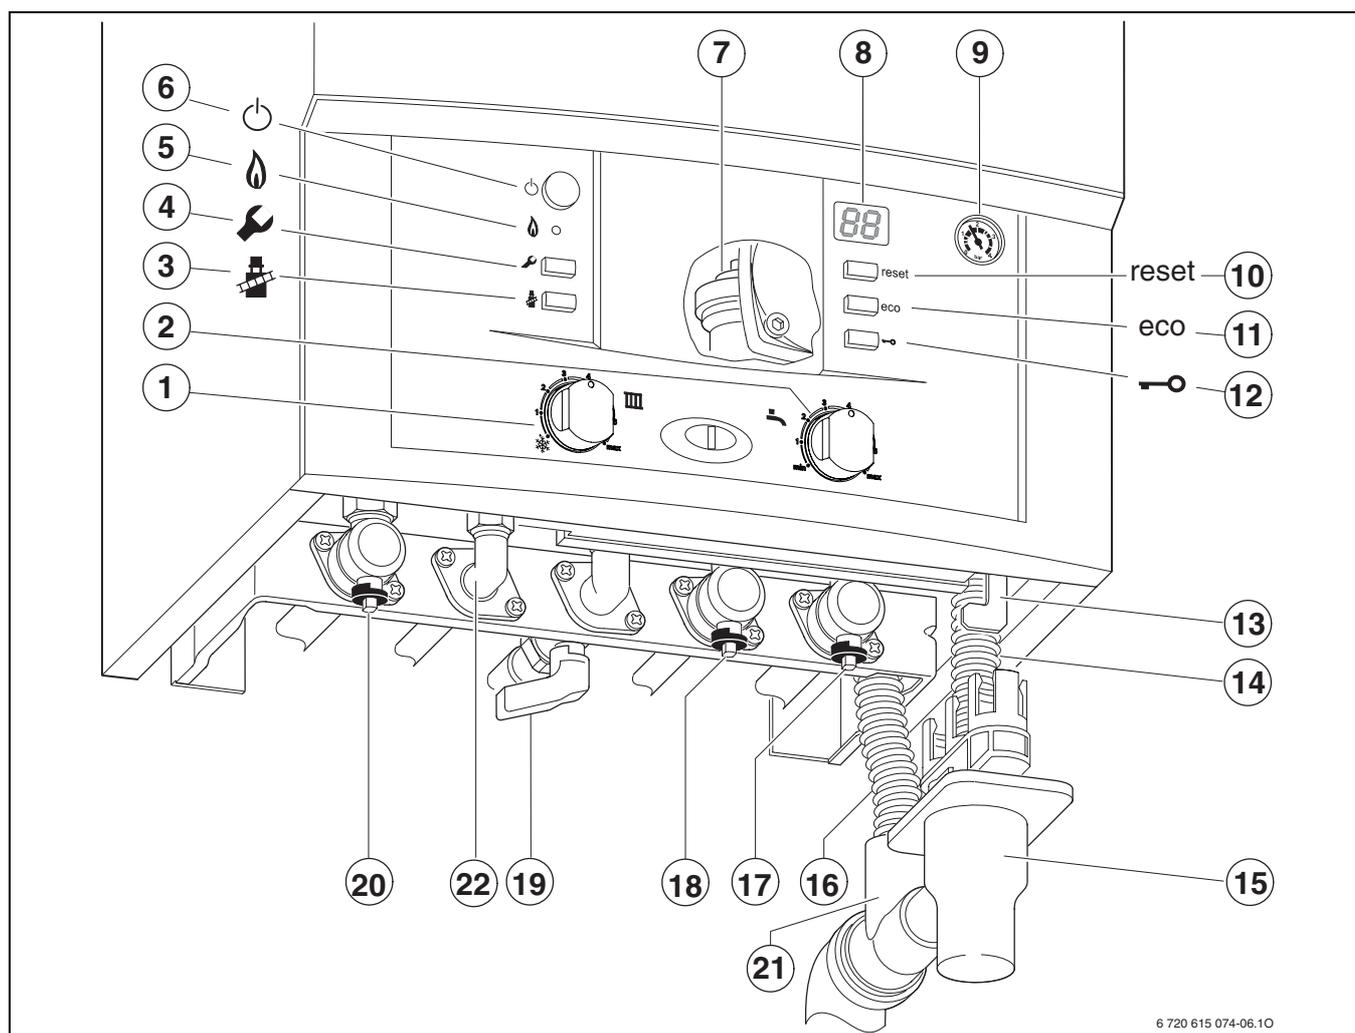

Fig. 22
- per GVM C: vedere rubinetto riempimento in fig. 22, rif. 13)
- ▶ Per gli apparecchi GVM C aprire il rubinetto di acqua fredda (→ pos. 18, fig. 22).
- ▶ Aprire i rubinetti di mandata e ritorno riscaldamento (pos. 20 e 17, fig. 22), riempire l'impianto a 1 - 2 bar tramite il rubinetto di riempimento (GVM C, fig. 22, pos. 13).
- ▶ Aprire il rubinetto del gas (pos. 15, fig. 22).
- ▶ Aprire lo sfiato automatico (pos. 9, fig. 22) per il circuito di riscaldamento e richiuderlo dopo aver tolto l'aria presente nell'impianto (→ pag. 28).